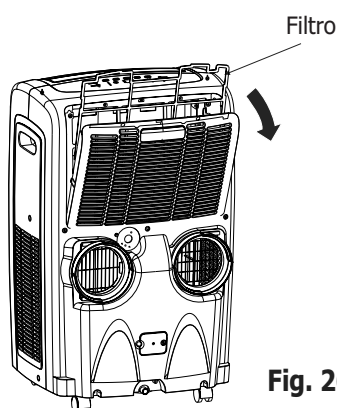

Fig. 26
- La unidad tiene un filtro. Tome la etiqueta del panel superior y retire el filtro que está detrás de la rejilla del panel posterior (Fig.26).